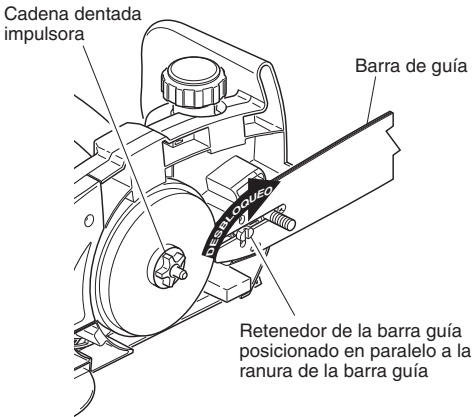

Figura 4 - Desbloqueo del retenedor de la barra guía
3. Gire el retenedor de la barra guía de manera que esté posicionada en paralelo a la ranura de la barra guía (vea la Figura 4).
4. Instale la barra guía sobre el cuerpo de la sierra. Monte la ranura central de la barra guía sobre la tuerca y el retenedor de la barra guía. *Nota:* Asegúrese que el cabezal del retenedor de la barra guía se deslice por la ranura de la barra guía como se muestra en la Figura 4.